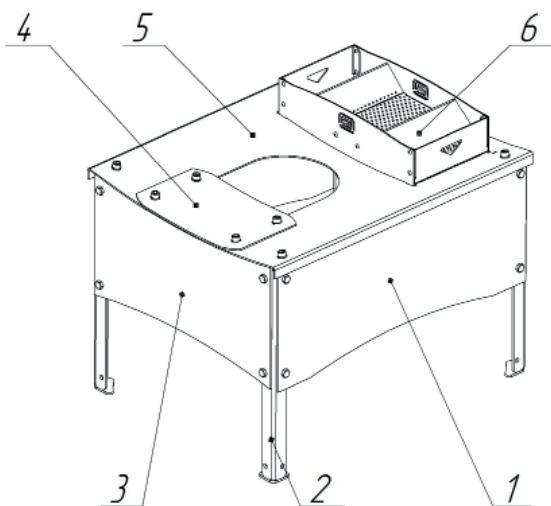

Рисунок 1 - Общий вид закрытой каменки в собранном виде
Конструкция закрытой каменки (рисунок 1) состоит из стенок торцевых (3), стенок боковых (1), закрепленных между собой при помощи ножек (2) и крепежных элементов, входящих в комплект поставки. В верхней части конструкции расположен свод (5), который предназначен для укладки декоративного слоя камней (либо любого другого теплоаккумулирующего материала). На своде установлена заглушка (4), наличие которой вкупе с разборной конструкцией боковых и торцевых стенок, позволяет осуществить установку изделия на банную печь без демонтажа дымохода. Для удобства подачи и распределения воды по трём зонам предусмотрена съемная крышка-селектор (6).